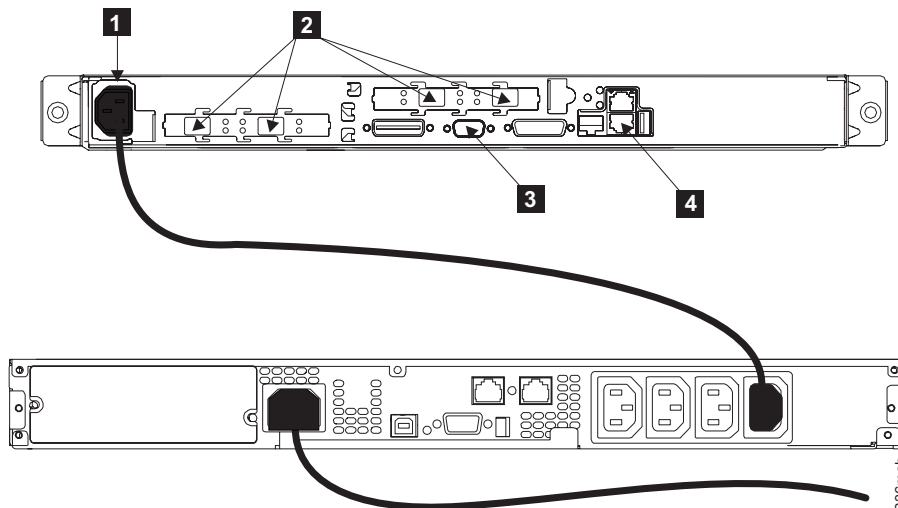

Abbildung 1. Netzkabel- und Signalanschlussbuchsen für den SAN Volume Controller und die unterbrechungsfreie Stromversorgung 5115
2. Stellen Sie sicher, dass das Netzkabel an die Ladesegmentanschlussbuchse der unterbrechungsfreien Stromversorgung 5115 angeschlossen ist. Stellen Sie zudem sicher, dass das andere Ende des Netzkabels von der unterbrechungsfreien Stromversorgung 5115 zu dem Verteilungspunkt im Rack angeschlossen ist. In Abbildung 1 werden die Anschlüsse für den SAN Volume Controller und die unterbrechungsfreie Stromversorgung 5115 gezeigt. Der Netzkabelanschluss ist in der Abbildung mit **1** gekennzeichnet.